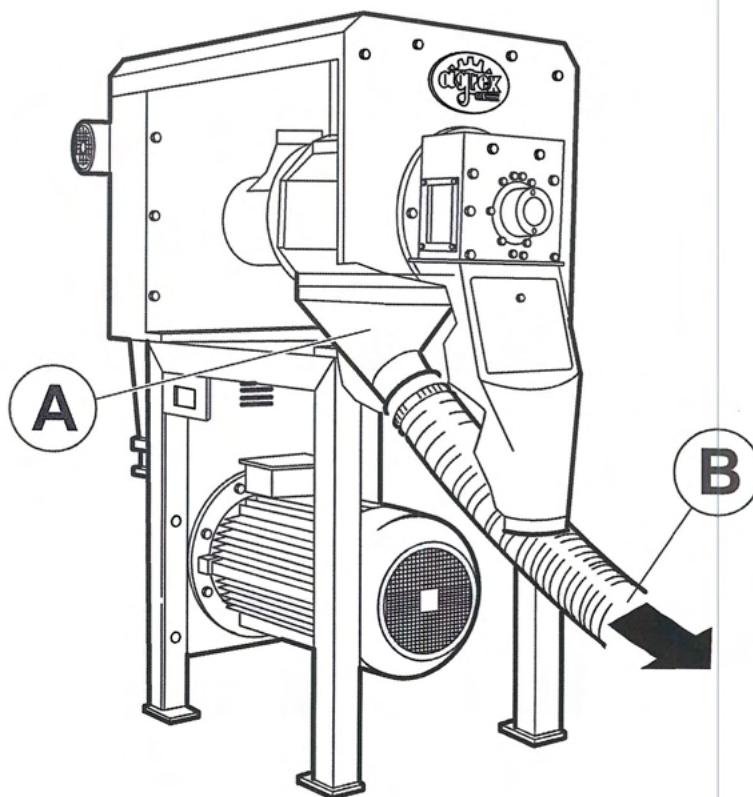

fig.7
4.2.4 Raccolta e trasporto delle polveri (Vedi fig.7)
I germi di mais e gli scarti polverosi della lavorazione vengono raccolti da una tramoggia posta sotto il rotore. (A Fig.7).
Per il buon funzionamento della macchina è fondamentale collegare una linea di aspirazione (B Fig.7) per il sottoprodotto che fornisca una depressione tale da avere:
Collecting and conveying dust (See fig.7)
The corn germs and by-products powders are collected in a hopper located under the rotor. (A Fig.7).
For the machine to work properly, a suction line (B Fig.7) must be connected for the by-product, producing a vacuum so that: